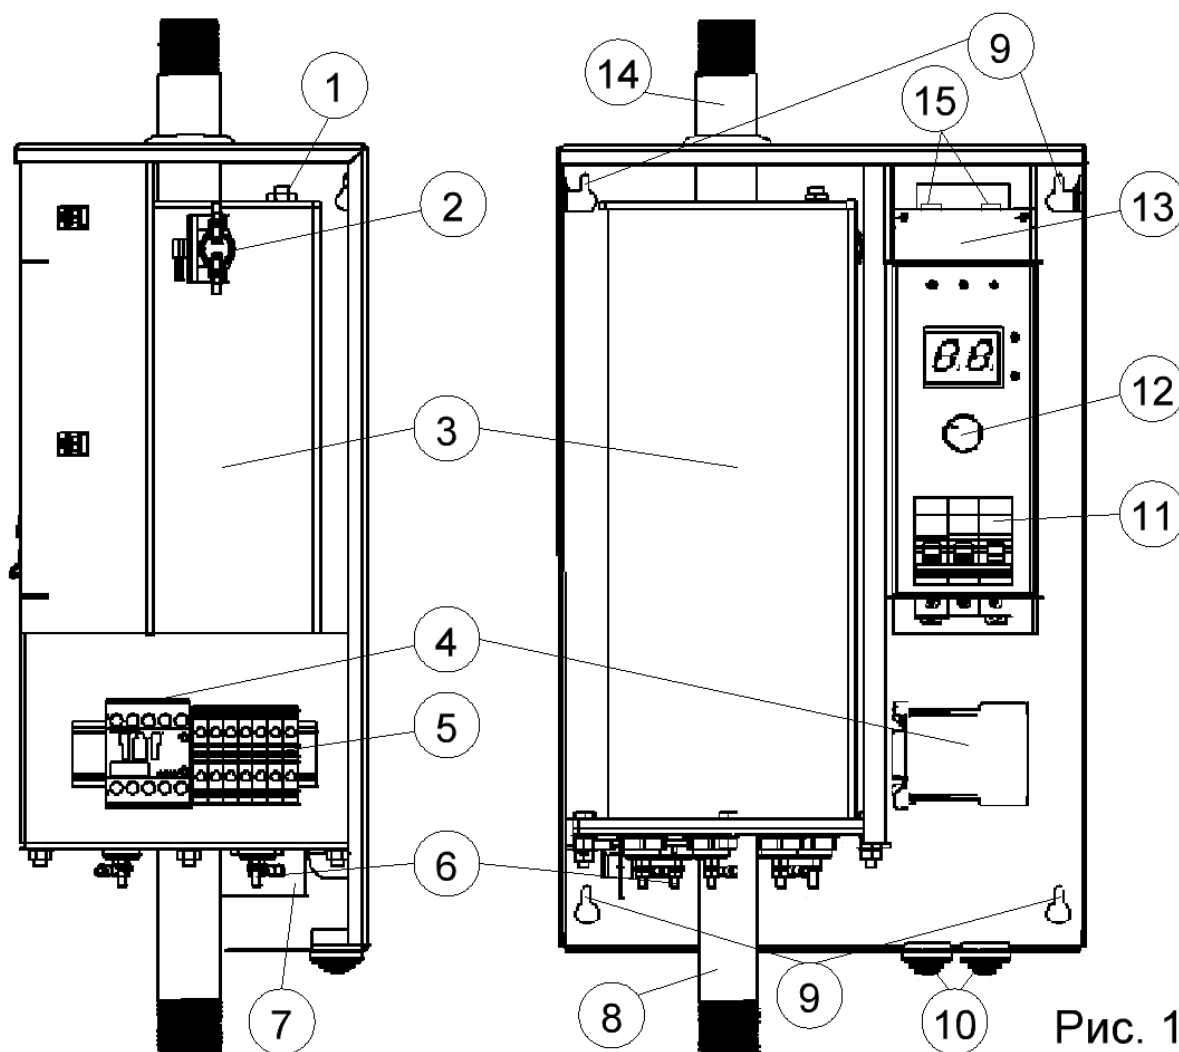

Рис. 1
- 5.3. Приложите котел к стене, проверьте вертикальность установки и отметьте четыре точки крепления - (9) по Рис. 1.
- 7.2. Вырежьте в кабельных вводах - (10) по Рис. 1 отверстия, соответствующие диаметру кабеля;
В однофазном котле проверьте правильность подключения согласно Таб. 2. Проверьте затяжку клемм, при необходимости подтяните. Подайте напряжение на клеммы котла, при выключенном автоматическом выключателе - (11) по Рис. 1. Померьте напряжение между линиями ("А" и "N" - 220 В) на клеммах котла, если оно более чем на 10 % выше номинального указанного в Таб. 1, котел может быть поврежден, либо уменьшится срок службы нагревательных элементов (ТЭНов).
В трехфазном котле проверьте правильность подключения согласно Таб. 2. Проверьте затяжку клемм, при необходимости подтяните. Подайте напряжение на клеммы котла, при выключенном автоматическом выключателе - (11) по Рис. 1. Проверьте наличие каждой фазы "А", "В" и "С" на клеммах котла. Померьте напряжение между линиями ("А" - "В", "А" - "С", "В" - "С" - 380В), ("А" - "N" - 220В) на клеммах котла, если между какими либо сочетаниями фаз нет напряжения, или одна фаза отсутствует, то нагревательные элементы (ТЭНы) внутри котла могут быть повреждены, а если оно более чем на 10 % выше номинального указанного в Таб. 1, котел может быть поврежден, либо уменьшится срок службы нагревательных элементов (ТЭНов).
1. Датчик наличия теплоносителя - (1) по Рис. 1. Контролируется микропроцессорным устройством - (13) по Рис. 1., используется для блокировки нагрева и отключения циркуляционного насоса через заданное согласно пункту **10.2** время.
2. Биметаллический температурный датчик - (2) по Рис. 1, срабатывает при температуре 90 гр. С., при этом отключает контактор безопасности - (4) по Рис. 1 который полностью обесточивает нагревательные элементы (ТЭНы).
3. Цифровой датчик температуры - (2) по Рис. 1. Контролируется микропроцессорным устройством - (13) по Рис. 1., используется для регулирования температуры в выходном патрубке и контроля аварийного превышения температурного режима.
1. При включении котла не светятся индикаторы панели управления.	1. Проверьте наличие питающего напряжения на клеммах - (5) по Рис. 1., при необходимости восстановите питающее напряжение. 2. Проверьте исправность предохранителя микропроцессорного управляющего устройства - (13) по Рис. 1., неисправный замените.